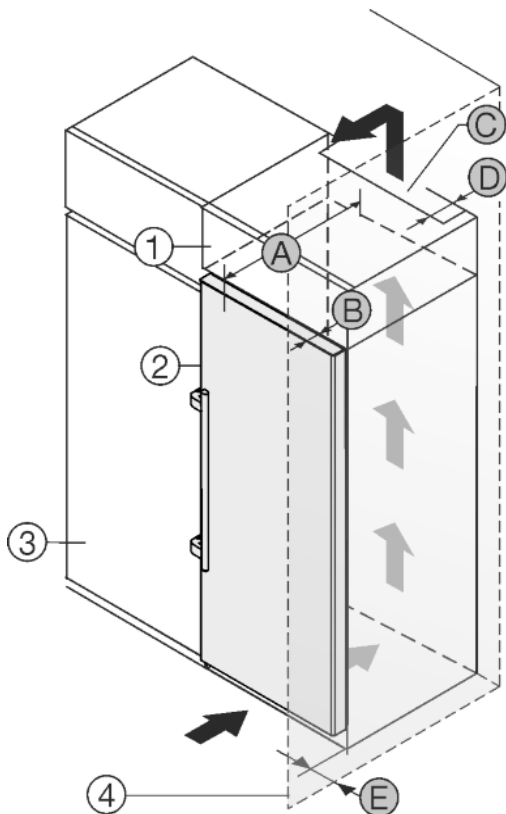

Fig. 24
Spotřebič lze zabudovat do kuchyňských skříní. K vyrovnání spotřebiče Fig. 24 (2) na výšku kuchyňské linky lze na přístroj nasadit nástavec Fig. 24 (1).
Spotřebič lze instalovat přímo vedle kuchyňské skřínky Fig. 24 (3). Aby bylo možné dvířka plně otevřít, musí spotřebič přesahovat o hloubku Fig. 24 (B) vůči přední linii kuchyňské skřínky. V závislosti na hloubce kuchyňských linek a použití vymeřovačů odstupů od stěny může spotřebič vyčnívat dále.
- Na zadní straně skřínky nástavce musí být větrací šachta hluboká alespoň hloubku Fig. 24 (D) mm přes celou šířku nástavce skřínky.
- Pod stropem místnosti musí být dodržen ventilační průřez Fig. 24 (C).
Pokud je spotřebič se závěsy instalován vedle stěny Fig. 24 (4), musí být dodržena vzdálenost Fig. 24 (E) mezi spotřebičem a stěnou. To odpovídá přesahu madla při otevřených dveřích.